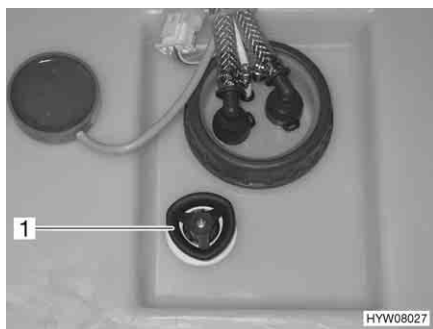

Fig. 198 Serbatoio dell'acqua con maniglia girevole
- Sul serbatoio dell'acqua, ruotare la maniglia girevole (Fig. 198,1) in senso orario fino all'arresto.
- Sul serbatoio dell'acqua, ruotare la maniglia girevole (Fig. 198,1) in senso antiorario fino all'arresto. L'acqua fuoriesce fino a 70 litri.